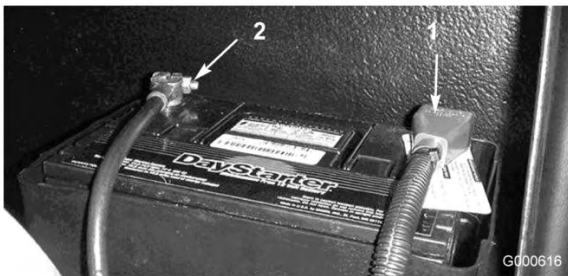

図 42
- 赤い (+) ケーブルをバッテリーの (+) 端子に、黒いケーブル (-) はバッテリーの (-) 端子に固定する (図 42) ケーブルはキャップスクリューとナットで各電極に確実に固定すること。プラス端子が電極に十分にはまり込んでいること、ケーブルの配線に無理がないことを確認する。ケーブルとバッテリー・カバーを接触させないこと。ショート防止のために (+) 端子にゴムキャップをかぶせる。